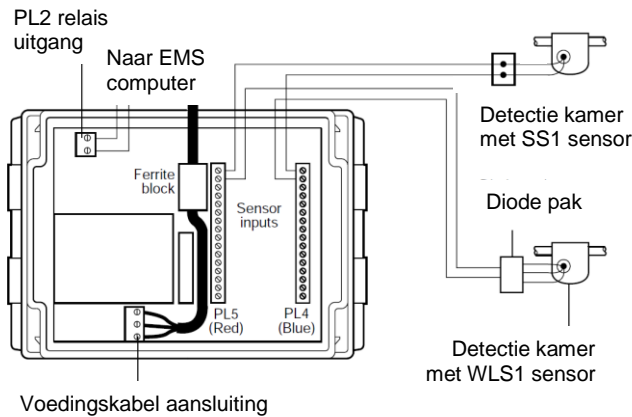

Fig. 7
4. Draai de vier schroeven "d" vast - de vleugels "e" draaien automatisch naar buiten (fig.7).